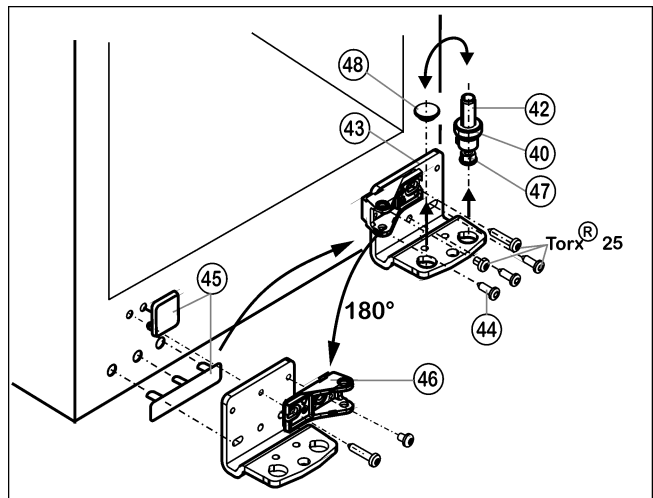

Fig. 9
- ▶ Lagerbout Fig. 9 (42) compleet met schijfje Fig. 9 (40) en stelootje Fig. 9 (47) naar boven eruit trekken.
- ▶ Stop Fig. 9 (48) eraf halen.
- ▶ Lagerbus Fig. 9 (43) losschroeven Fig. 9 (44).
- ▶ Afdekkingen aan de greepzijde Fig. 9 (45) voorzichtig optillen en op de tegenoverliggende zijde plaatsen.
- ▶ Lagerbus onder Fig. 9 (43) aan de nieuwe scharnierzijde evt. met behulp van een accuschroevendraaier (met 4 Nm) weer goed vastschroeven.
- ▶ Lagerdeel Fig. 9 (46) losschroeven en van binnen 180° gedraaid weer goed vastschroeven, lange schroef steeds in het langsgat vastschroeven.
- ▶ Stop Fig. 9 (48) weer in het andere gat aanbrengen.
- ▶ Lagerbout Fig. 9 (42) met schijfje en stelootje weer aanbrengen. Er daarbij op letten, dat de sluitnok naar achter wijst.
- ▶ Plaats de deur van boven op de onderste lagerbout Fig. 9 (42).
- ▶ De deur eventueel via de langsgaten in de onderste lagerbus Fig. 9 (43) ten opzichte van de kast uitlijnen. Daartoe middelste schroef uitdraaien.